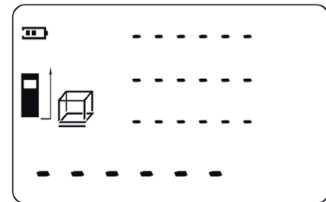

Fig. 11
- Appuyez sur la touche 4 «Mode» pour sélectionner le mode de mesure de volume. La ligne clignotante du symbole  indique la longueur à mesurer (Fig. 11).